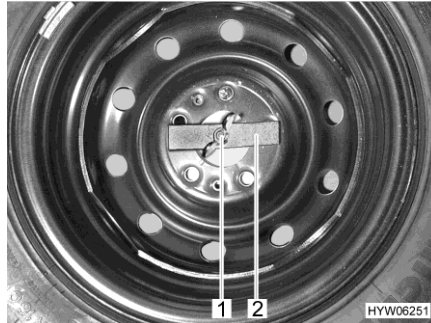

Fig. 181 Ruota di scorta nel gavone di coda
- Svitare manualmente il dado ad alette (Fig. 181,1) e rimuoverlo.
- Rimuovere la barretta di compressione (Fig. 181,2).